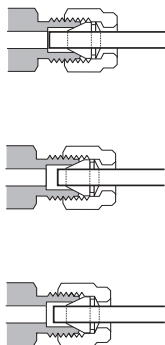

Рис. 13 Готовый фитинг
- 10** На Рис. 13 показаны соединения, обжатые правильно и неправильно. Обратите внимание, что конец трубки в правильно обжатом фитинге не раздавлен и не мешает работе ферул.